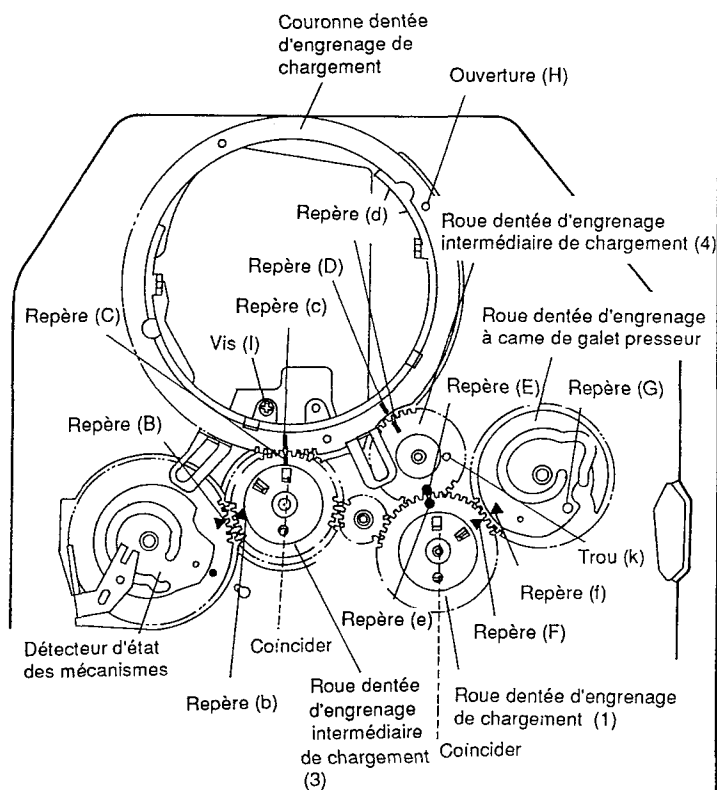

Fig. 3-2
3-2 Roues dentées d'engrenage et couronne de chargement (Fig. 3-2, 3-3)
- 1) Faire correspondre les repères de la couronne de chargement et les roues dentées d'engrenage en procédant de la façon représentée sur la figure 3-2.
- ① Placer les couronnes dentées d'engrenage inférieure et supérieure dans les positions réciproques indiquées sur la figure 3-2. (Observer la section de montage du galet guidage.)
- ② Déplacer les couronnes dentées d'engrenage inférieure et supérieure de telle sorte que les ouvertures (H) soient superposées.
- ③ Si les ouvertures (H) sont superposées, la mise en phase de la couronne dentée d'engrenage de chargement est normale
- ④ Si les ouvertures (K) sont superposées, la mise en phase de la roue dentée d'engrenage intermédiaire de chargement (4) est normale
3-2 Réglage et vérification de hauteur d'axe de traction et de galet d'impédance (Fig. 3-2, 3-3)